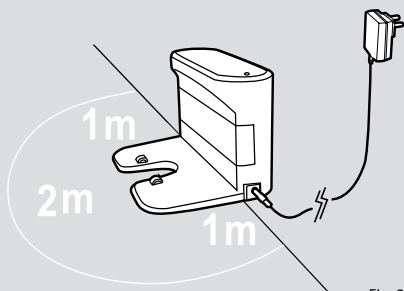

Fig. 2
Sæt netspændingsadapteren i kontakten, og tilslut til ladestationen. [Fig. 2]
3. Der må ikke være genstande i området omkring ladestationen i en afstande på 2 m foran og 1 m til hver side. [Fig. 2]